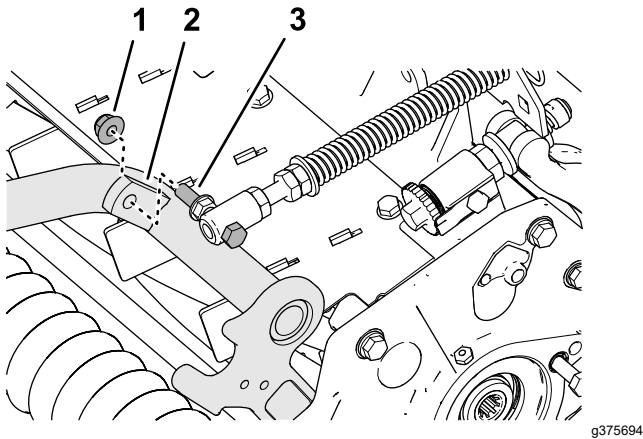

Figura 10
4. Montai dopul filetat al arcului de compensare pentru gazon pe umărul drept al cadrului de susinere (Figura 10) folosind o contrapiuliă cu guler ($\frac{3}{8}$ "